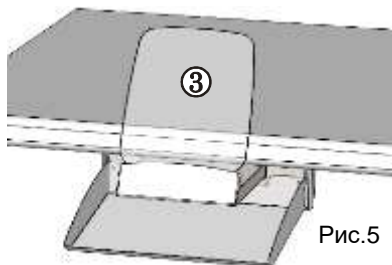

Рис.5
Установить экран (3) на платформу (1), рис.5, между боковыми отгибами, предварительно сняв с него защитную пленку. Закрепить магнитами на передней наклонной стенке.